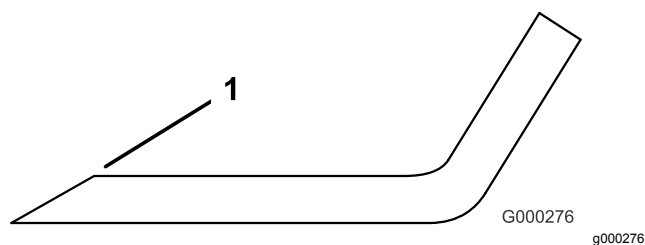

Figure 26
3. Examinez les tranchants de toutes les lames et aiguisiez-les s'ils sont émoussés ou ébréchés (Figure 26).
Remarque: N'aiguissez que le haut du tranchant et conservez l'angle de coupe d'origine pour obtenir une coupe nette (Figure 26). Limez la